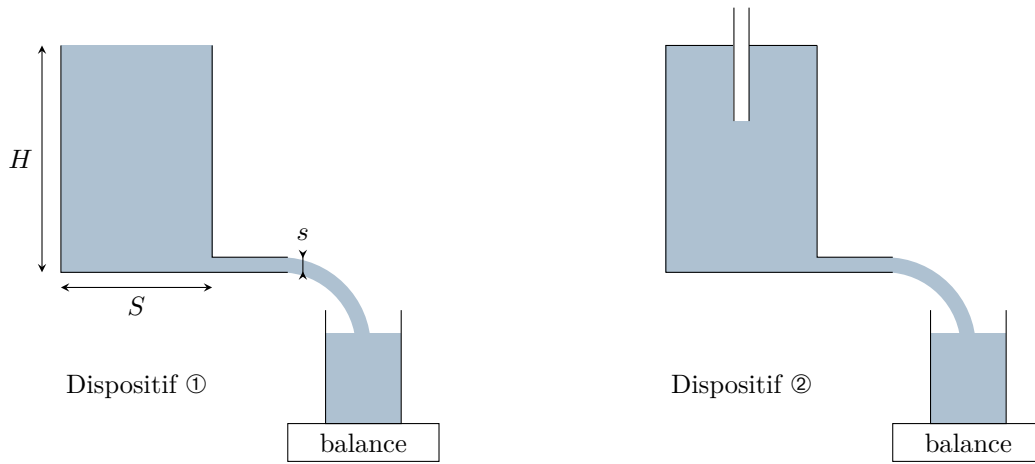

Figure 2 – Vase de Mariotte.
On remplit à ras bord un réservoir de hauteur  $H$  et de section  $S$  (dispositif ① sur la figure 2) avec de l'eau de masse volumique  $\rho$ . L'eau s'écoule dans une conduite de section  $s \ll S$  puis tombe dans un béccher initialement vide placé sur une balance. La pression extérieure  $P_0 = 1$  bar.
On considère maintenant le dispositif ② de la figure 2. Le réservoir est fermé, mais un tuyau permet l'entrée d'air.